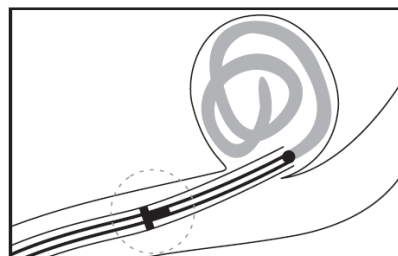

図2
11. そのままコイルを前進させ、デリバリープッシャーのラジオペークマーカーがマイクロカテーテルのプロキシマルラジオペークマーカーをわずかに越えて“T”字を形成するように配置する(図2)。この時点で、コイルの近位端はマイクロカテーテル遠位端のすぐ外に出ている状態である。デリバリープッシャーがこれ以上移動しないよう、回転式止血弁を締める。